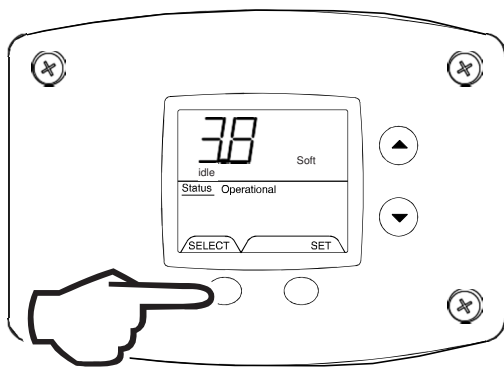

Fig. 40
- 7. Software Version (Display only) (Fig. 40).